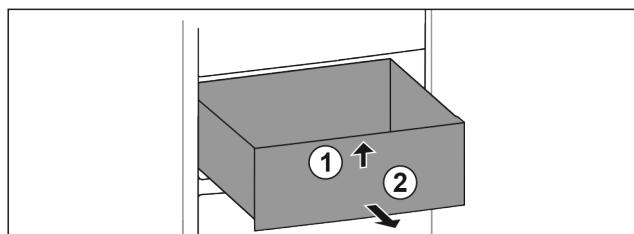

Fig. 17
- Підняти вперед Fig. 17(1).
- Витягнути вперед Fig. 17(2).